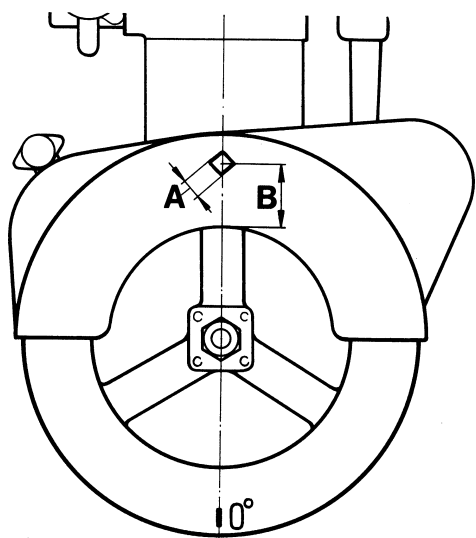

Fig. 44. Upptagning av hål i remskyddet på tidigare utförande av MD3B.
6. Kontrollera hur svänghjulets märkning står. För att lättare kunna utföra detta på tidigare utförande av MD3B, vilka saknar hål i remskyddet, kan ett hål göras enligt fig. 44.